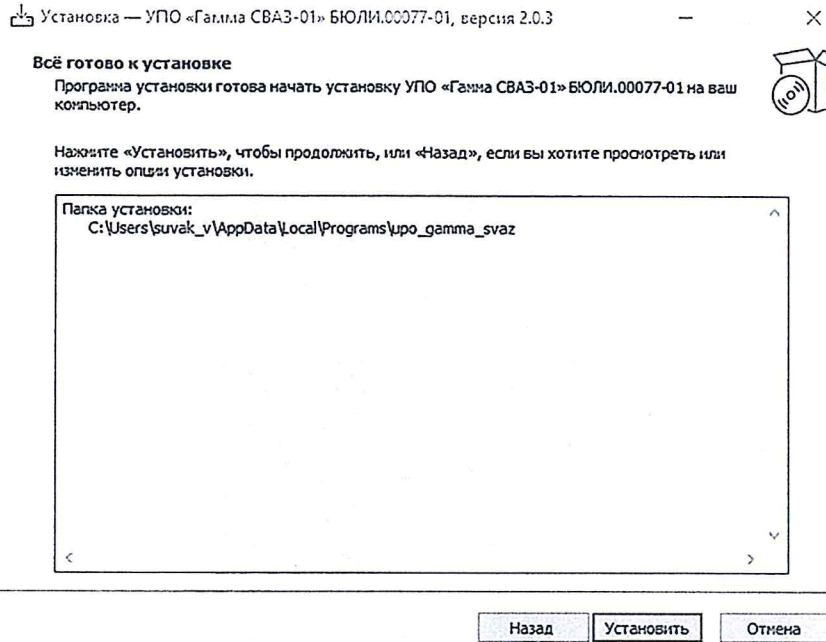

Рисунок 13 – Окно «Подготовка к установке»
– в окне подготовки к установке нажать кнопку «Установить» (рисунок 13),